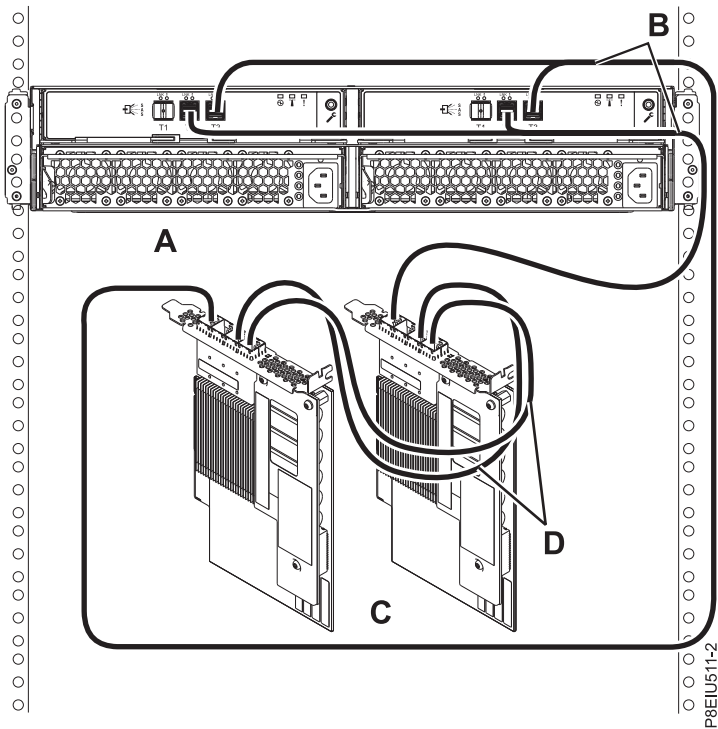

Рисунок 16. Подключение Блок памяти ESLL или ESLS с помощью кабеля YO12 к паре адаптеров SAS FC EJ0L или FC EJ14, соединенных кабелями AA, в режиме 1
16. Подключите один корпус (A) с помощью кабелей YO12 (B) к паре адаптеров SAS FC EJ0L или FC EJ14 (C), соединенных кабелями AA (D), в режиме 1 (см. рис. 16 на стр. 19) и перейдите к разделу “Подключение кабелей данных, кабелей питания и установка крышек” на стр. 24.